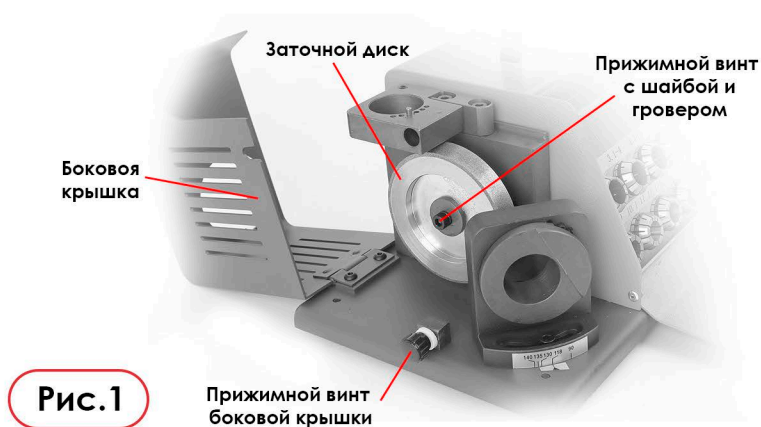

Рис. 1
2. Ослабьте прижимной винт боковой крышки и откиньте крышку назад. (Рис. 1)